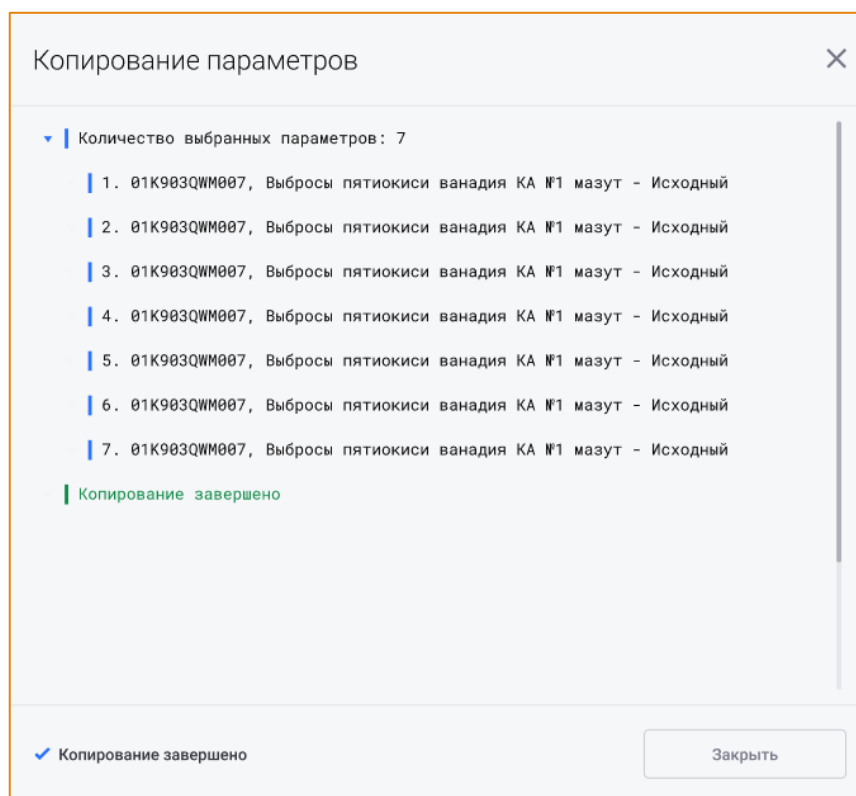

Рис. 78 – Окно «Копирование параметров»
- Инициировать копирование параметров, нажав на кнопку **Копировать**. После чего будет открыт прогресс копирования параметров, содержащий ключевую информацию о выполнении копирования параметров (Рис. 78).